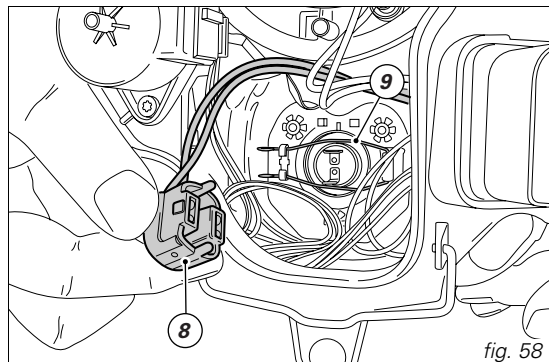

fig. 58
Scollegare il connettore (8) dai morsetti sulla lampada abbagliante (fig. 58).